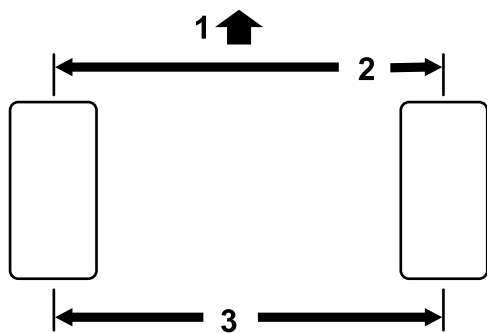

Bild 61
1. Messen Sie den Abstand vorne und hinten an den Lenkreifen Mitte-zu-Mitte (auf Achshöhe). Bild 61